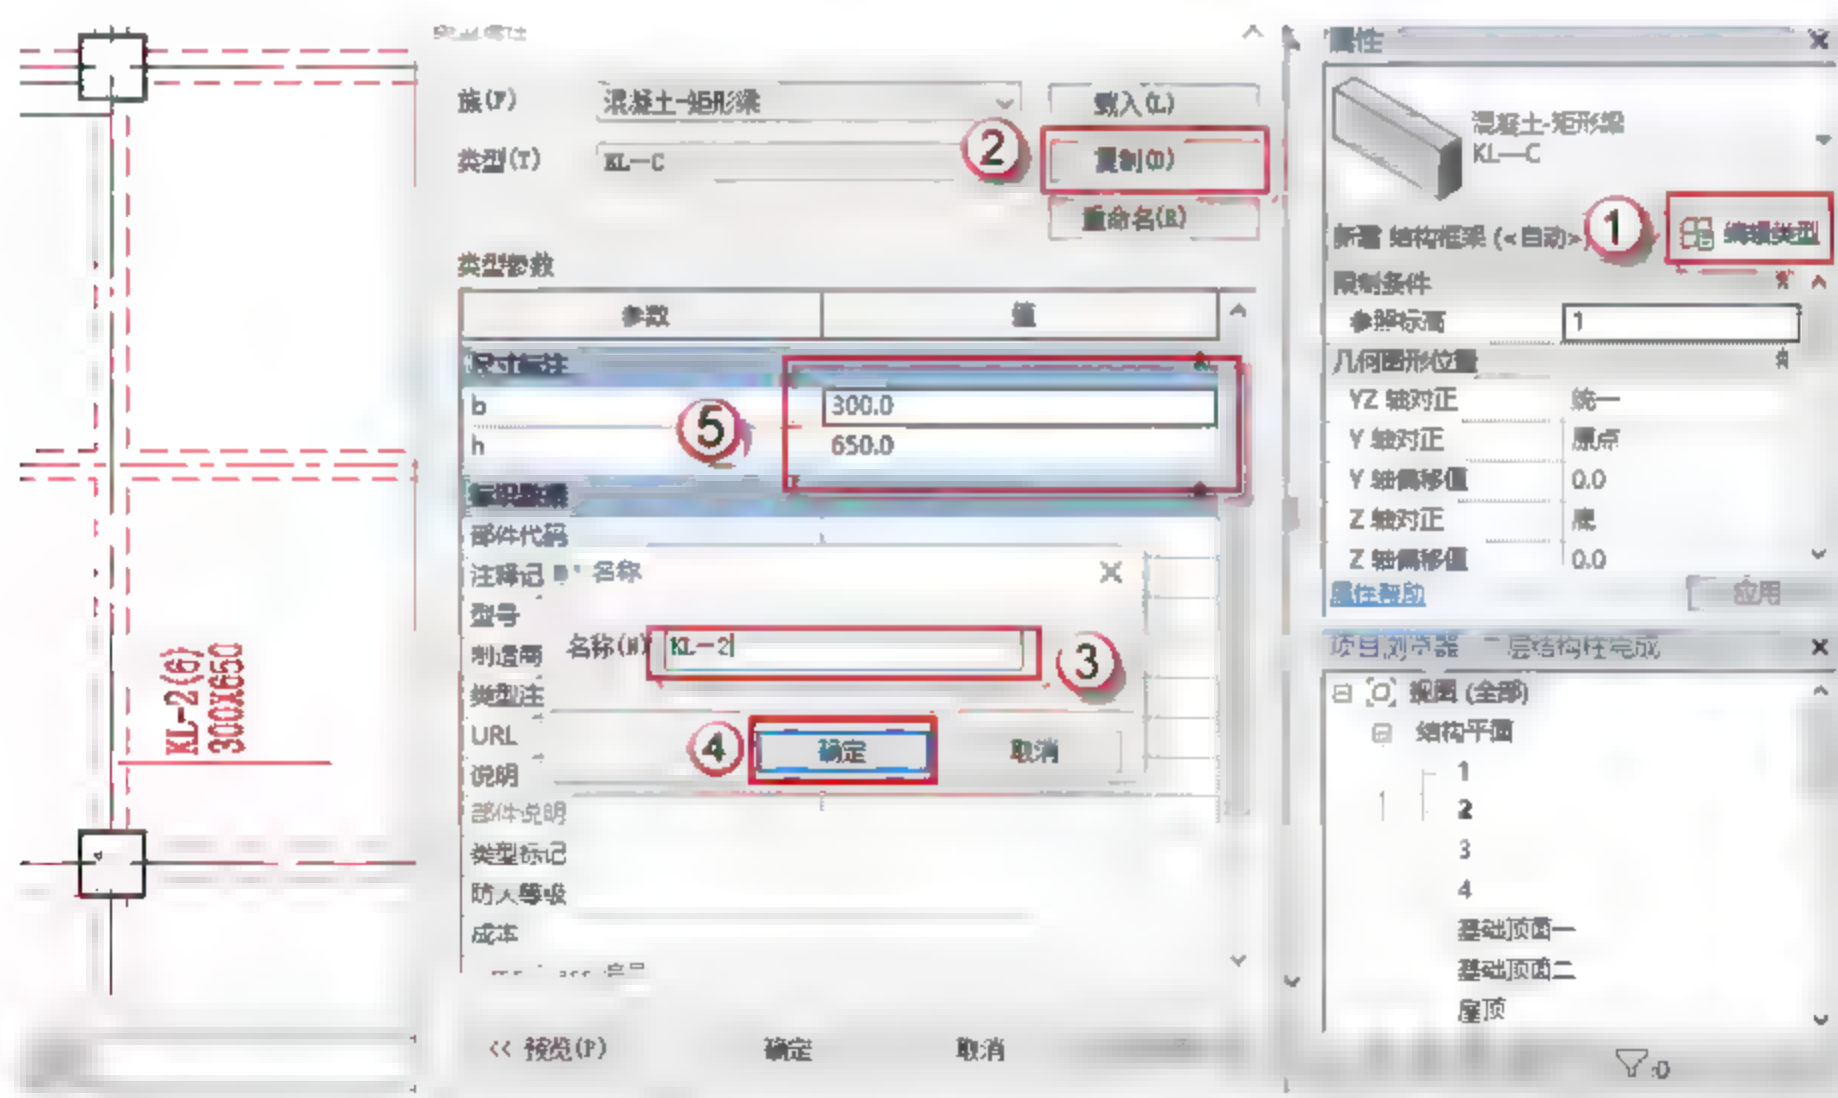

图 4.2.30 设置 KL-2 参数
(5) 设置矩形梁 KL-2 参数, 按快捷键 B+M, 出现绘制的界面, 单击“编辑类型”按钮, 在弹出的对话框中单击“复制”按钮, 再在弹出的对话框中命名新的族 KL-2, 单击“确定”按钮。在“尺寸标注”栏设置参数, 如图 4.2.30 所示。